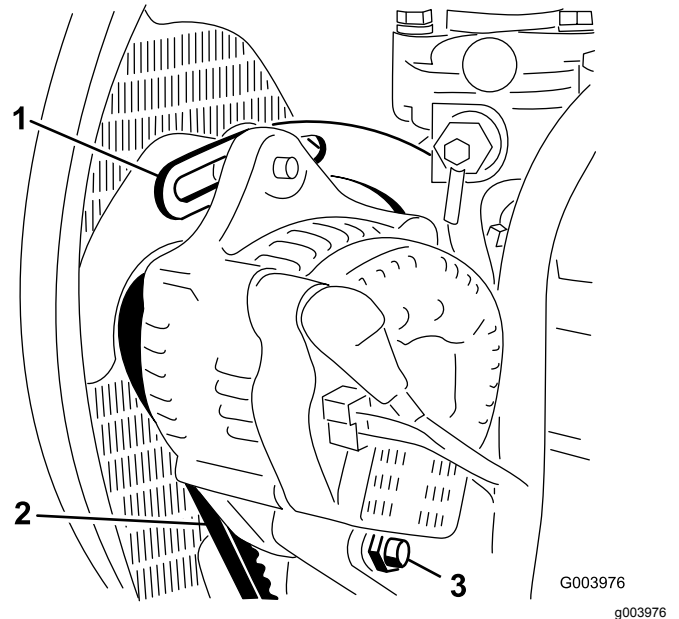

Figure 66
2. Contrôlez la tension de la courroie d'alternateur (Figure 66) en exerçant une force de 10 kg à mi-distance entre les poulies d'alternateur et de vilebrequin.
3. Desserrez le boulon de fixation du renfort au moteur (Figure 66), le boulon de fixation de l'alternateur au renfort et le boulon de pivot.